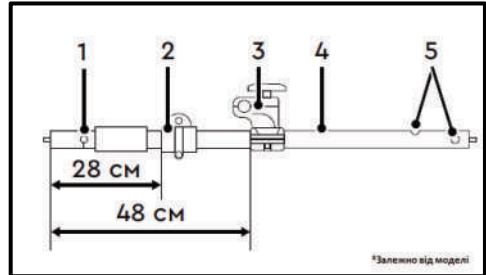

Рис. 10
- Встановіть кріплення ремня (2) на штангу (4) зі сторони з двома отворами (5) на відстані 28 см від краю штанги (4) з одним отвором (1) (Рис. 10).
- Встановіть кріплення рукояток (3) на штангу (4) зі сторони з двома отворами (5) на відстані 48 см від краю штанги з одним отвором (1) (Рис. 10).